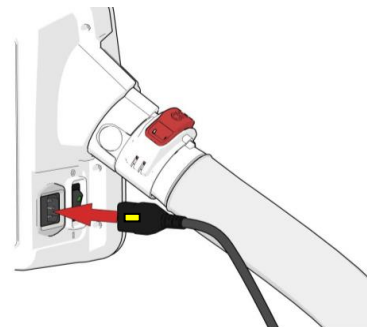

Abb. 11: Netzkabelanschluss
Stecken Sie das Netzkabel unterhalb des Luftschlauches in das Aggregat (Abb. 11). Den Netzstecker des Anschlusskabels mit einer 230-V-Steckdose verbinden.
- Trennen Sie das Stromkabel vom Aggregat, indem Sie den **gelben Knopf** drücken (Abb. 11).